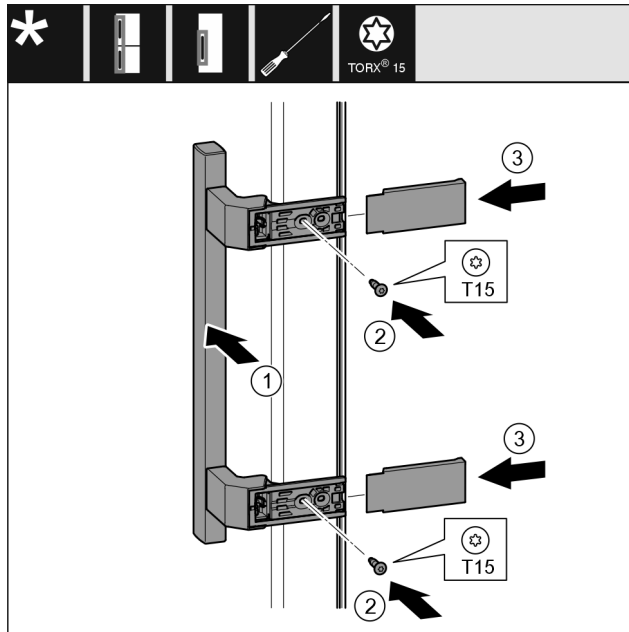

Fig. 55
- ▶ Установите ручку Fig. 55 (1) на противоположной стороне.
- ▶ Затяните винты Fig. 55 (2) отверткой.
- ▶ Установите крышки Fig. 55 (3) сбоку и надвиньте их.